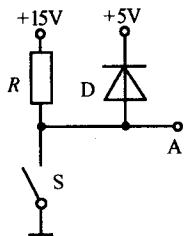

图 15-4
(3) 钳位电路: 有多种形式, 仅举一例, 电路如图 15-4 所示。